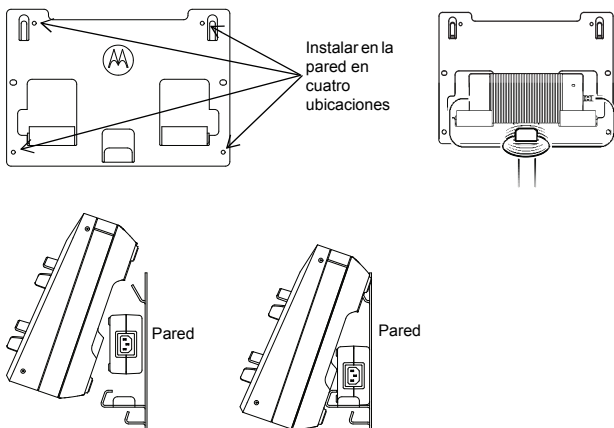

Figura 4: Montaje del cargador para varias unidades en el soporte de pared
4. Cuelgue el cargador para varias unidades en el soporte de montaje de pared como se muestra en la Figura 4.